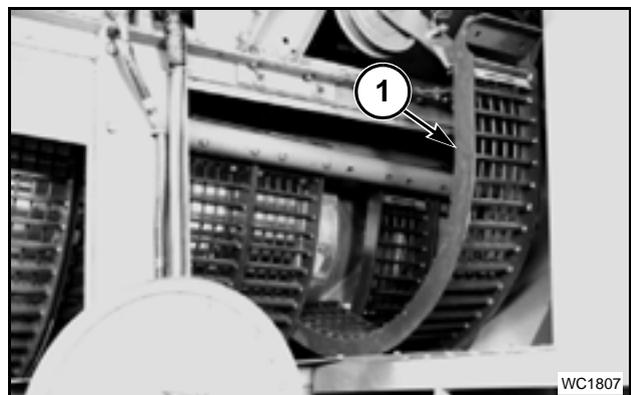

FIG. 171
FIG. 171: Con la tercera sección (1) del cóncavo apoyada sobre la placa de madera, deslizarla hacia el lado izquierdo de la máquina y elevarla a través de la abertura de inspección izquierda. Quitar de la misma manera la segunda sección. Repetir el procedimiento descrito anteriormente para poder sacar el resto de las secciones del cóncavo. Remover la Séptima sección por último.